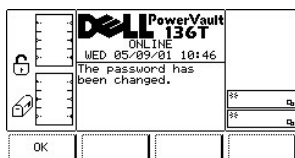

图 83. 设置>实用程序>保护>更改的密码对话框
- n 然后，在**新**字段中输入新密码，按**确定**软键下方的按钮。密码已更改，但尚未保存。请参见图 83。